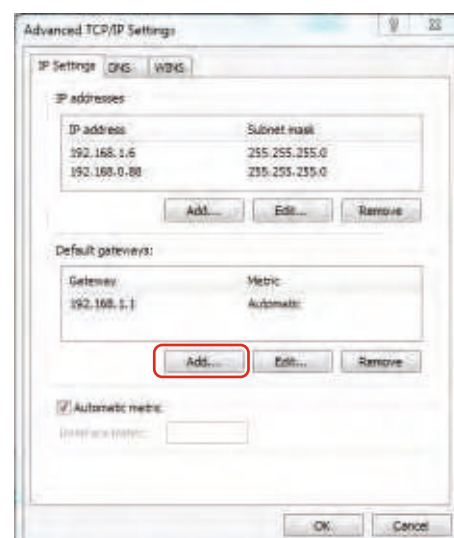

Fig. 6.10
(4) Ritorna su "Advanced TCP/IP settings" aggiungere il gateway premendo "Add..." come indicato in Fig. 6.10.